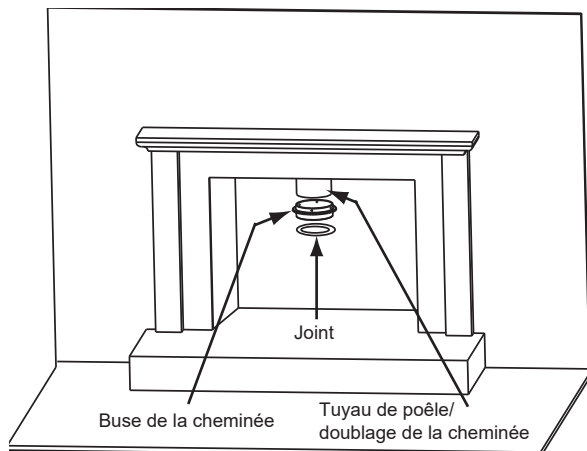

Figure 19.1
1. Il y a 4 trous pré-perçés dans la buse séparés de 90 degrés. Attachez la buse au conduit/doublage du poêle. Si le joint n'est pas en bon état, utilisez du mastic pour hautes températures **Figure 19.1**.